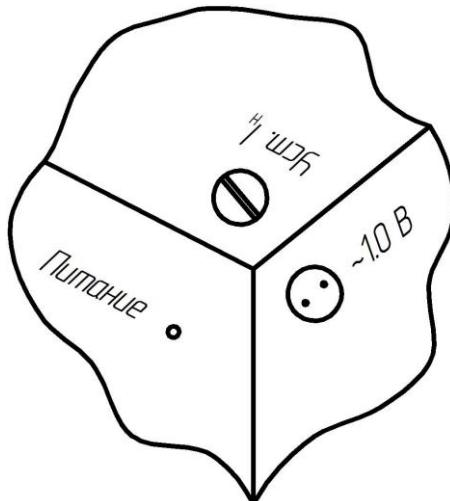

Рисунок 4.3 – Схема установки токовой защиты в пускателе
4.3.2 Настройку уставки токовой защиты в пускателе для защиты асинхронного электродвигателя от перегрузки производить по приложению Г. Перевести переключатель S1 в положение 1 и с помощью потенциометра "Уст. I_H" (рис. 4.3) установить на контрольных точках " ~ 1.0 В" значение напряжения $1 \text{ В} \pm 10\%$. Перевести переключатель S1 в положение 3, выходной орган механизма должен изменить направление вращения. Отключение двигателя следует контролировать по наличию напряжения, измеренному вольтметром PV, или по шуму механизма.